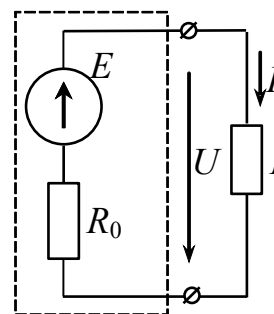

Рис. 7
3. Определить отношение R/R_0 и КПД источника энергии (рис. 7) с ЭДС $E=100\text{В}$, если напряжение $U=95\text{В}$.
4. Для схемы (рис. 7) определить ток короткого замыкания источника, если при КПД $\eta=50\%$ ток $I=2\text{А}$, а напряжение $U=10\text{В}$.